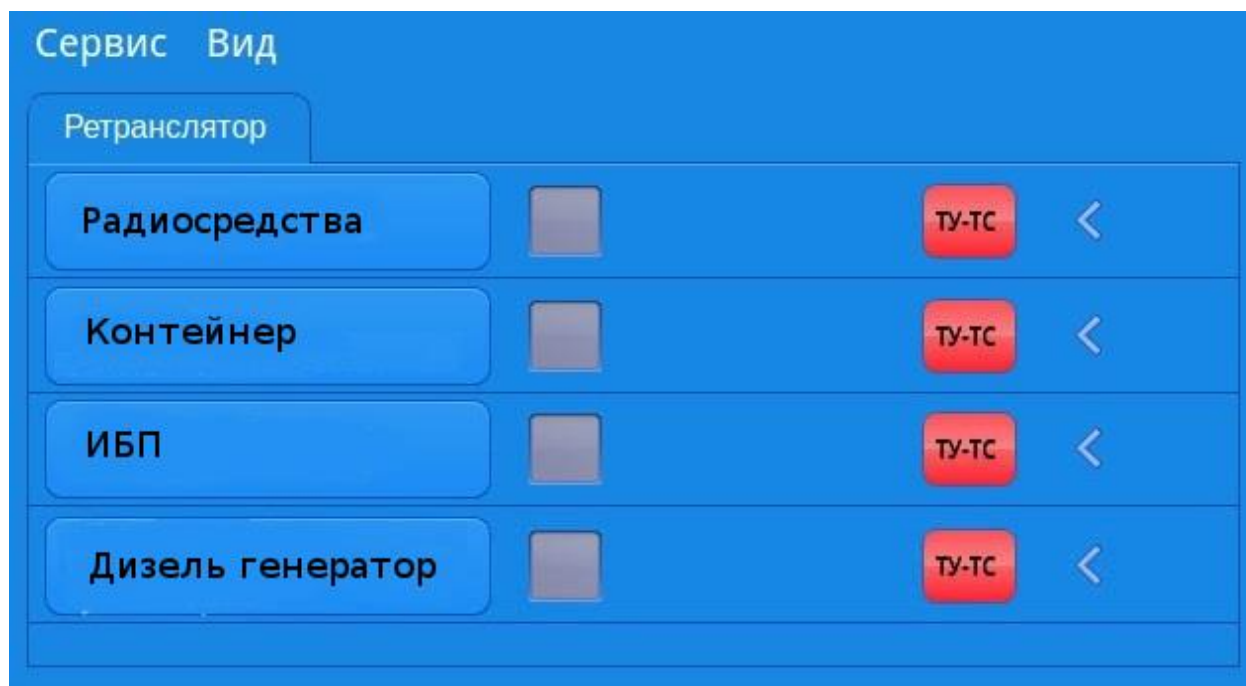

Рисунок 1 – Страница ретранслятора «Главная»
2.1.1 После включения и полной загрузки АДУ (см. АЕСФ.461735.001РЭ) на экране должно появиться главное «окно» контроля ретранслятора (см. рисунок 1). Для включения программ управления составных частей ретранслятора необходимо нажать на кнопку с соответствующим названием.
2.2.1 Для включения программы управления радиосредствами необходимо нажать кнопку «Радиосредства» в главном «окне» (см. рисунок 1).
2.3.1.1 Для перехода к «окну» управления щитом питания и аппаратурной ретранслятора необходимо нажать на кнопку «Контейнер» в группе объектов ретранслятора в главном «окне» АДУ (см. рисунок 1).
2.4.1 Для включения программы необходимо нажать кнопку «Дизель генератор» в главном «окне» (см. рисунок 1).
2.5.1.1 Для включения программы управления источником резервного питания необходимо нажать кнопку «ИБП» в главном «окне» (см. рисунок 1).